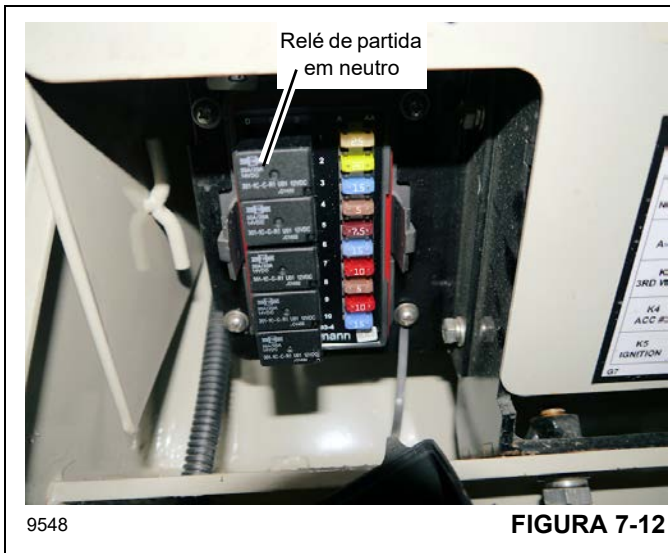

FIGURA 7-12
2. Desative a proteção da partida em ponto morto do guindaste para evitar a partida do motor. Isso pode ser feito removendo o relê de partida em ponto morto localizado sob o painel de instrumentos (Figura 7-12).
2. Desative a proteção da partida em ponto morto da máquina para evitar a partida do motor. Isso pode ser feito removendo o relê de partida em ponto morto localizado sob o painel de instrumentos (Figura 7-12).